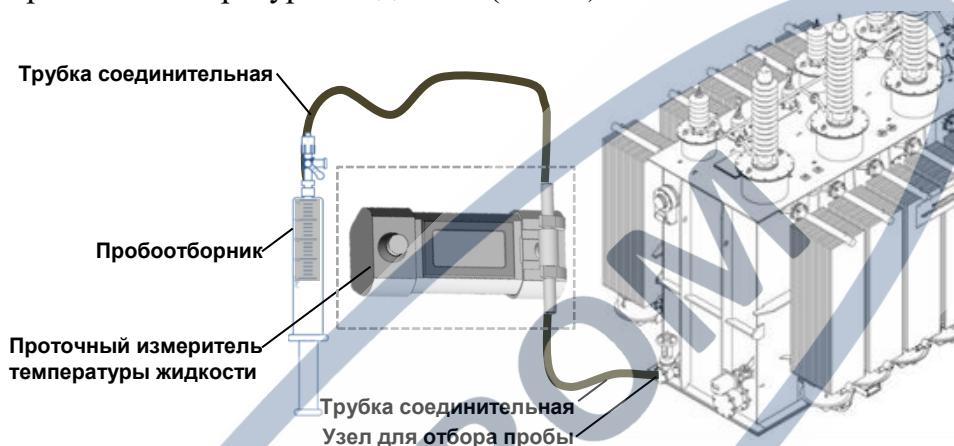

Рис. 2. Система отбора пробы масла в пробоотборник
8.8. Соедините трёхходовой краник пробоотборника с узлом для отбора пробы масла из высоковольтного оборудования с использованием гибких соединительных маслостойких трубок, входящих в комплект поставки. Рекомендуется для контроля температуры отбираемой пробы масла использовать проточный измеритель температуры жидкости (Рис. 2).